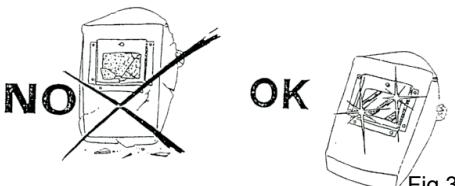

Fig.3
- Es necesario mantener siempre limpios los cristales de protección y sustituirlos si están rotos o con alguna rajadura (Fig. 3). Es aconsejable instalar siempre un cristal transparente entre el cristal no actínico y el área de soldadura. Hay que cambiar con frecuencia este cristal cuando las salpicaduras y las astillas reduzcan notablemente la visibilidad.